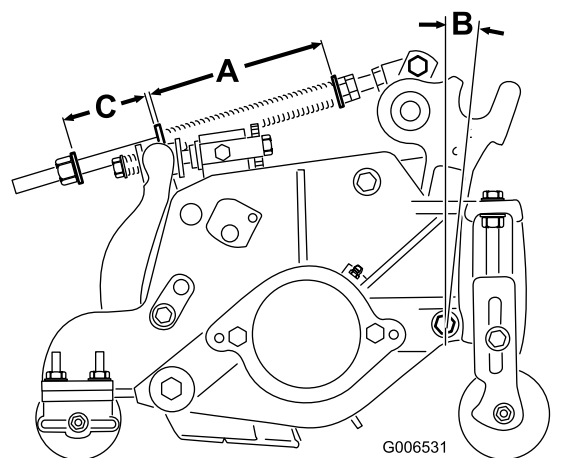

Figure 20
Le ressort de compensation (Figure 20) transfère aussi le poids du rouleau avant au rouleau arrière. Cela évite la formation de "vagues" à la surface du gazon.
1. Serrez le contre-écrou à l'arrière de la tige de ressort jusqu'à obtenir un écartement (C) de 51 mm entre l'arrière du support du ressort et l'avant de la rondelle (Figure 20).
2. Serrez les écrous hex. sur l'extrémité avant de la tige de ressort jusqu'à ce que la longueur du ressort comprimé (A) soit égale à 15,9 cm (Figure 20).
Remarque: Lorsque vous tondez une surface gazonnée ondulée, augmentez la longueur du ressort comprimé (A) ainsi que la largeur de l'écartement (C) à 13 mm (Figure 20).